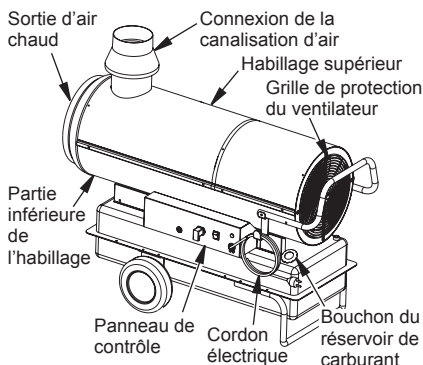

Figure 4 - Appareil de chauffage à air forcé portable à conduit d'évacuation
6. Insérez la canalisation d'air sur le tuyau de sortie du conduit (voir figure 4).